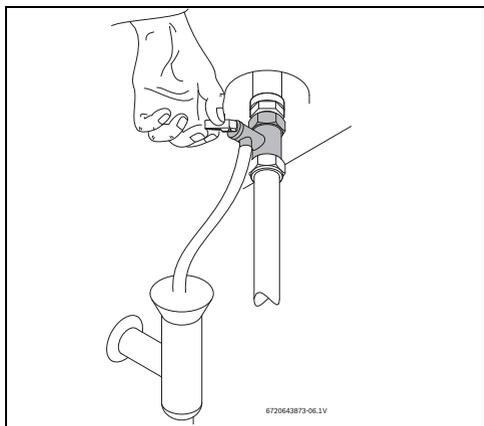

Fig. 12 Ouverture manuelle de la soupape de sécurité
- ▶ Ouvrir la soupape de sécurité (→ fig. 12).
- ▶ Ouvrir la soupape de sécurité au moins une fois par mois (→ fig. 12).